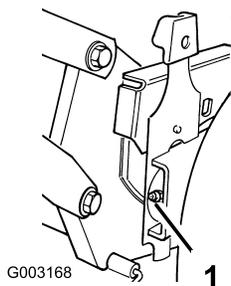

Figure 22
2. Essuyez les graisseurs avec un chiffon propre (Figure 22).